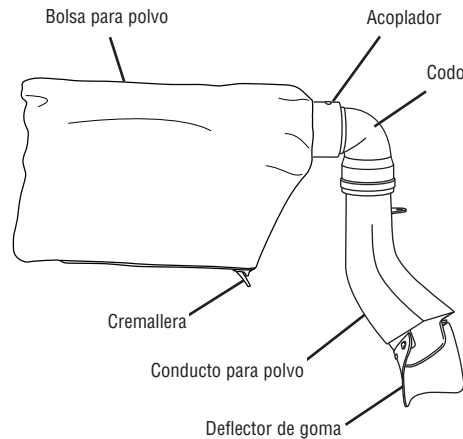

Figura 7
**Limpieza de la bolsa para polvo** – Después de que la bolsa para polvo esté llena de 2/3 a 3/4, retírela de la sierra. Lleve la bolsa a un recipiente apropiado y abra la cremallera ubicada en la parte inferior de la bolsa. Sujete la bolsa por el extremo del acoplador y sacúdala vigorosamente hasta que todo el polvo y todos los residuos hayan caído de ella. Cierre la cremallera y reinstale la bolsa. **NOTA:** Limpie la bolsa al final de la sesión de corte y antes de transportar o almacenar la sierra (vea la figura 7).